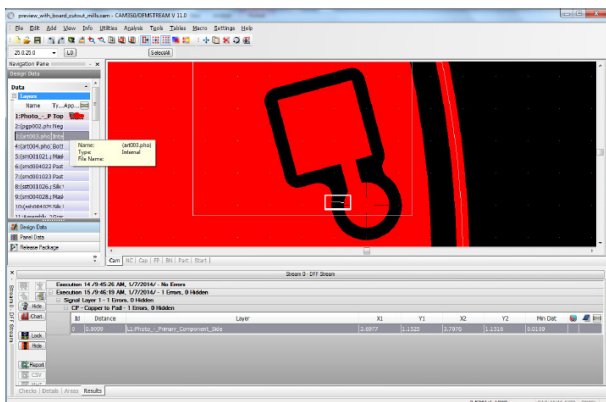

Abbildung 2: Signal Layer - Copper spacing
- Copper Spacing (Abb. 2)
Bei Cooper spacing (Abb.2) werden folgende Abstände geprüft